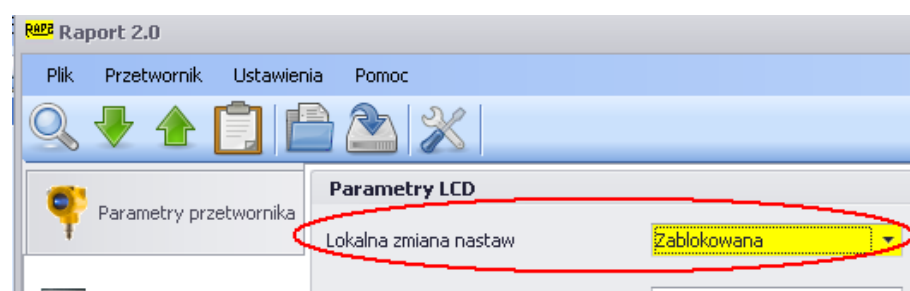

Рисунок 9
- блокировка возможности проведения локальных изменений установок при помощи Локального Меню в преобразователе (кнопки панели), выполненная при помощи коммуникатора или соответствующей программы, например Raport 2.0 (рисунок 9).